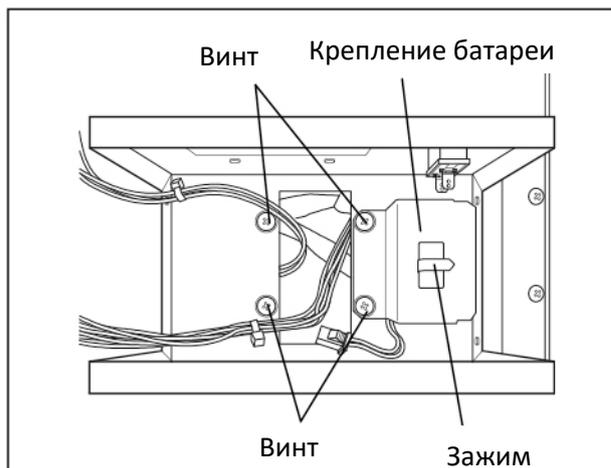

Рис. 4
5. Разместите крепление батареи над батареей и закрепите батарейную коробку и крепление батареи четырьмя винтами (Рис. 4).
6. Подключите жгут к коннектору батареи и выключателю батареи (Рис. 5) и закрепите жгут с помощью зажима на креплении батареи (Рис. 4).